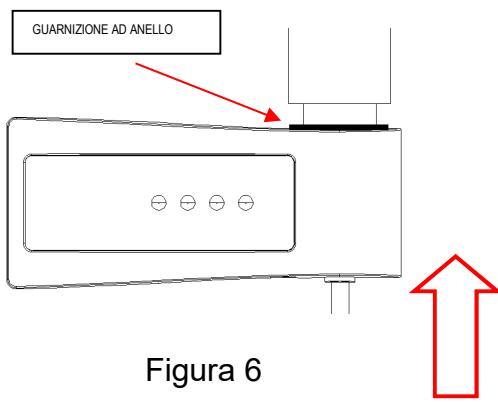

Figura 6
4. Posizionare il regolatore sul giunto del radiatore (figura 6) e premerlo fino a quando sarà completamente inserito e la guarnizione ad anello sarà completamente compressa.
Assicurarsi che la guarnizione ad anello sia completamente compressa durante l'operazione (figura 6). La vite a testa esagonale deve sparire completamente dietro il bordo della parte plastica. Avvitarla finché non è completamente bloccata.